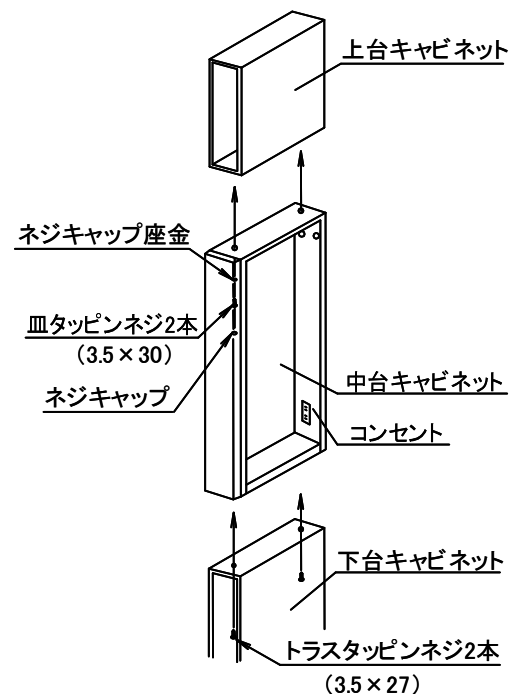

図12-6
- ⑤下台キャビネットに中台キャビネットをのせ、下台キャビネットの天板に加工した下穴からネジ(トラスネジ3.5×27)で連結してください。(図12-6)
- ⑥中台キャビネットに上台キャビネットをのせ、中台キャビネットの天板に加工した下穴からネジ(皿タッピンネジ3.5×30)にネジキャップ座金を通して連結してください。(図12-6)
- ⑦ネジキャップ座金にネジキャップをはめ込んでください。(図12-6)